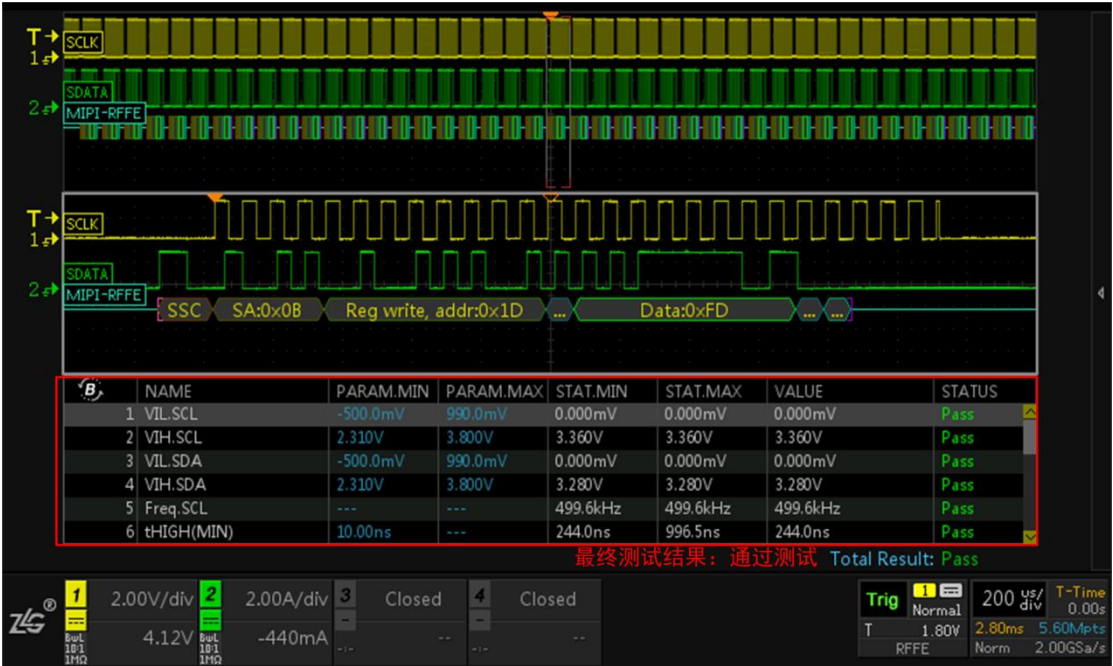

图 2.10 MIPI-RFFE 时序分析测试结果
- 点击面板的“波形缩放”按键，可进入 ZOOM 模式，可将数据的细节进行放大分析，如图 2.10 所示。白色框窗口为可调窗口，缩放窗口的大小可通过水平时基旋钮进行调节。可针对信号的某一个细节进行放大查看分析。